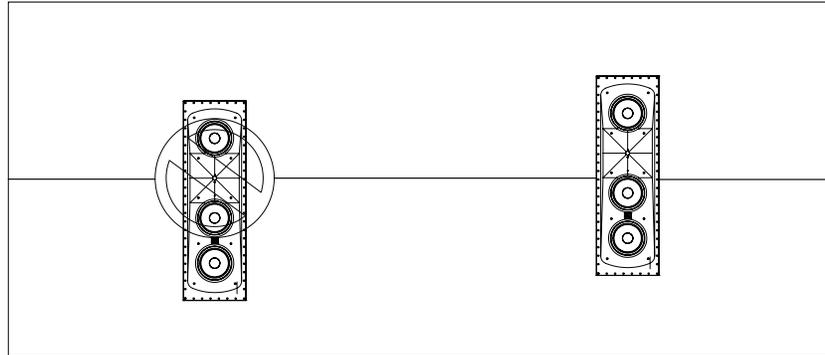

Figura 4
**OBSERVAÇÃO:** Algumas telas de projeção perfuradas possuem uma barra cruzada que passa pelo centro da tela (Figura 4). Nesse caso, evite que essa barra bloqueie a corneta. Posicione as caixas de som em orientação vertical de modo que a barra passe em frente às caixas de som ao nível da borda do woofer central (mais próximo da corneta).